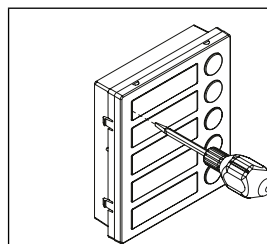

Fig. 4
- Insérer le tournevis (côté plat de la lame) dans la fente spécifique du porte-étiquette comme illustré sur **Fig. 4**;